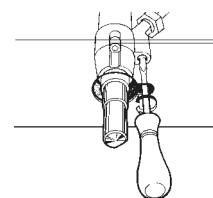

fig.10
- fjern knappen og indstil på reguleringskruen til højre for hanen ved hjælp af en skruetrækker (fig. 10), indtil man får en lille og jævn flamme (hvis man slækker skruen øges minimum, hvis man strammer sænkes minimum). **N.B.:** i tilfælde af flydende gas skal reguleringskruen strammes helt i bund.